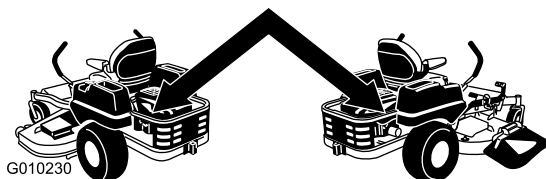

Figure 31
- Déplacez les leviers de dérivation en arrière, puis abaissez-les pour les bloquer en place comme illustré à la Figure 31 et désengager les moteurs de roues. Répétez cette procédure de chaque côté de la machine.
Placez la dérivation à la position voulue pour pousser la machine (Figure 31) et engager les moteurs des roues.